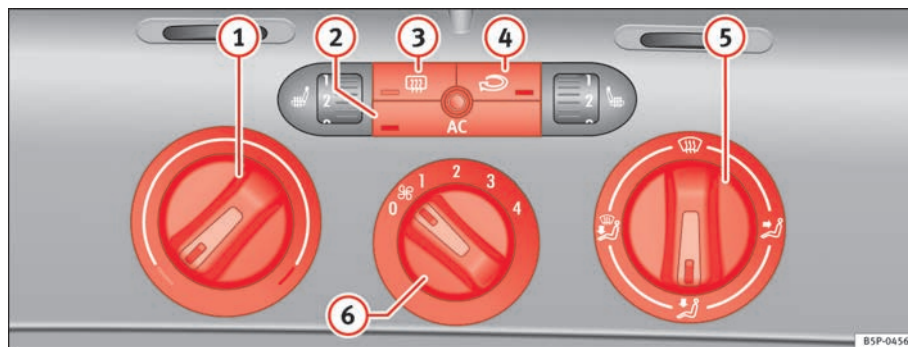

Fig. 109 Mandos del Climatic en el tablero de instrumentos
- Gire el regulador de la temperatura ⇒ fig. 109 ② hacia la derecha hasta alcanzar el grado de calefacción deseado.